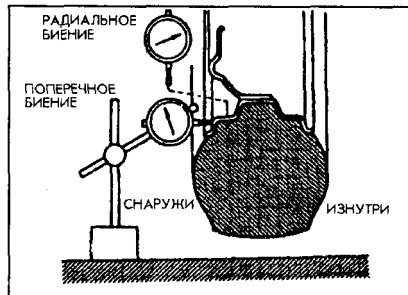

Рис. 7-31.
- Проверьте биение колес (рис. 7-31).